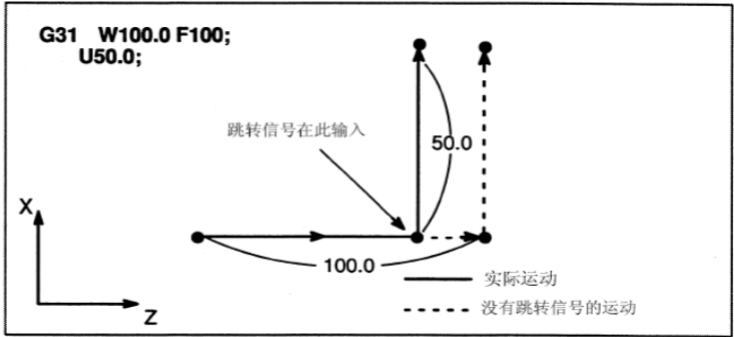

图 3-13
1. G31 的下一个程序段是增量坐标编程, 见图 3-13